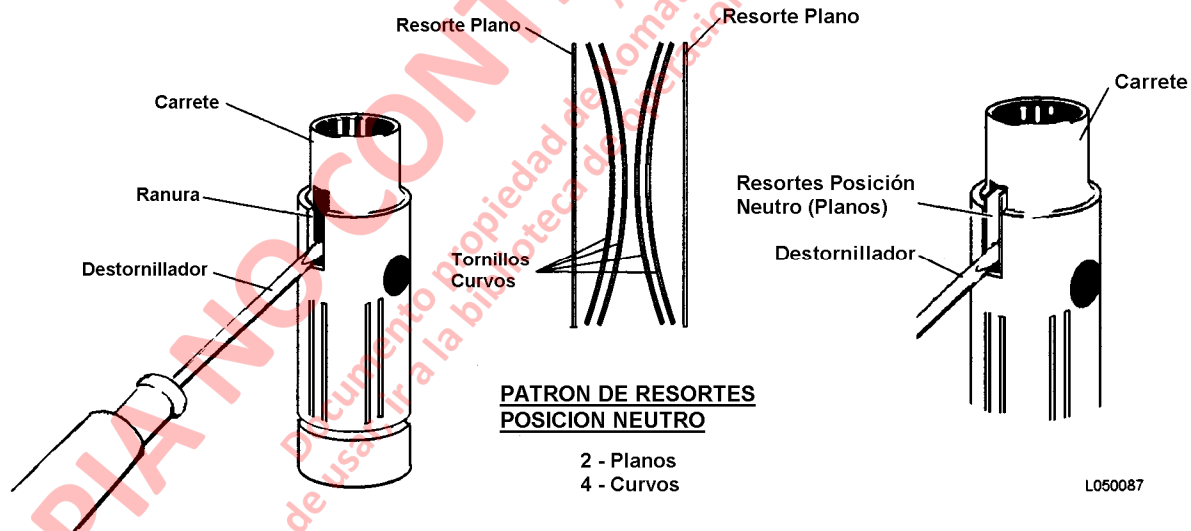

FIGURA 5-9. MONTAJE DEL RESORTE DE POSICION NEUTRO
1. Para montar los resortes de posición neutro, coloque un destornillador en la ranura del carrete como se muestra en la Figura 5-9.